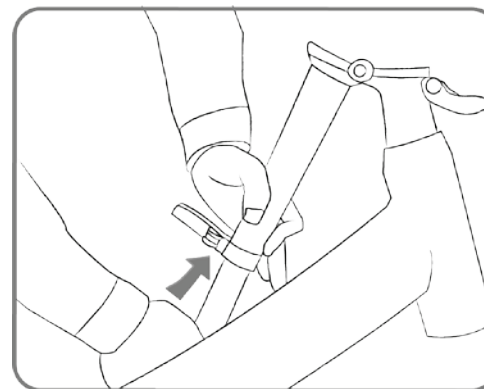

Abb. 6
8. Optional: Schieben Sie den Lenker in den Vorbau ein (Abb. 6).